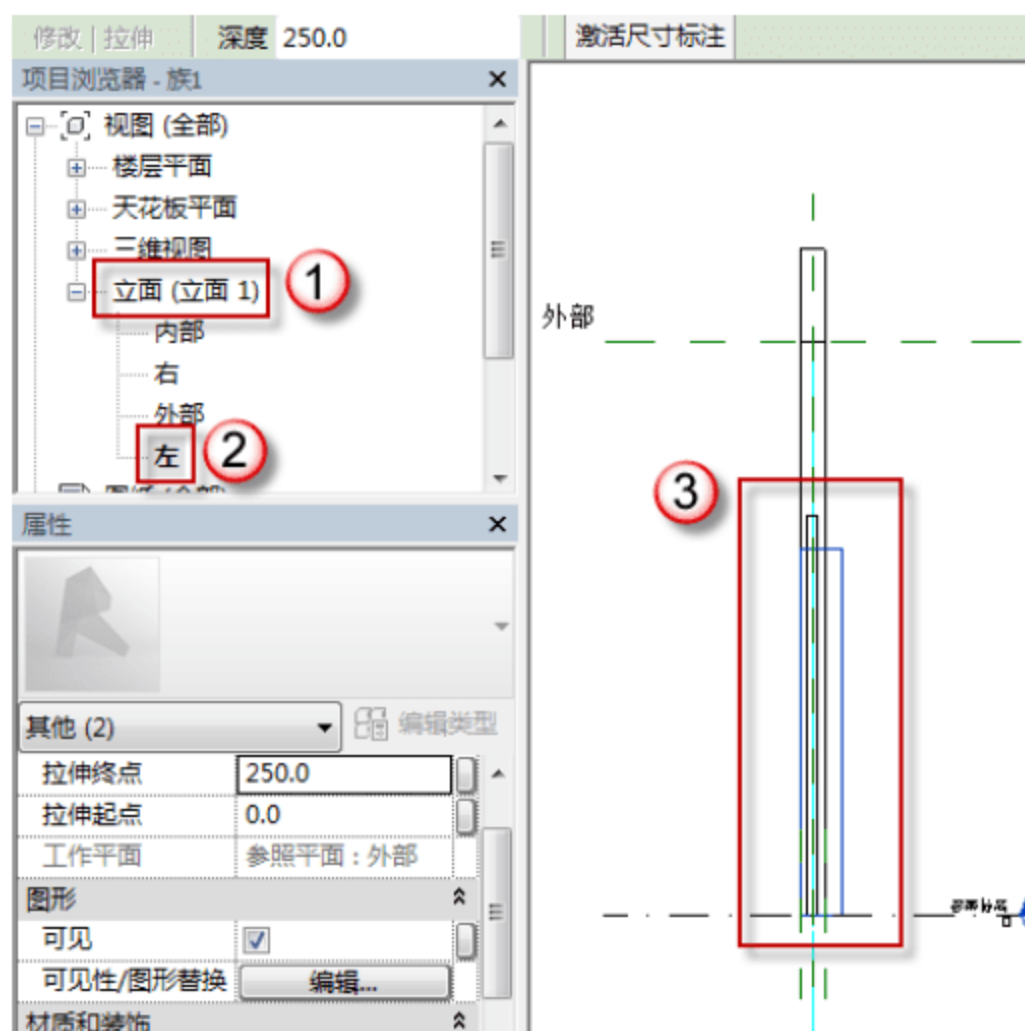
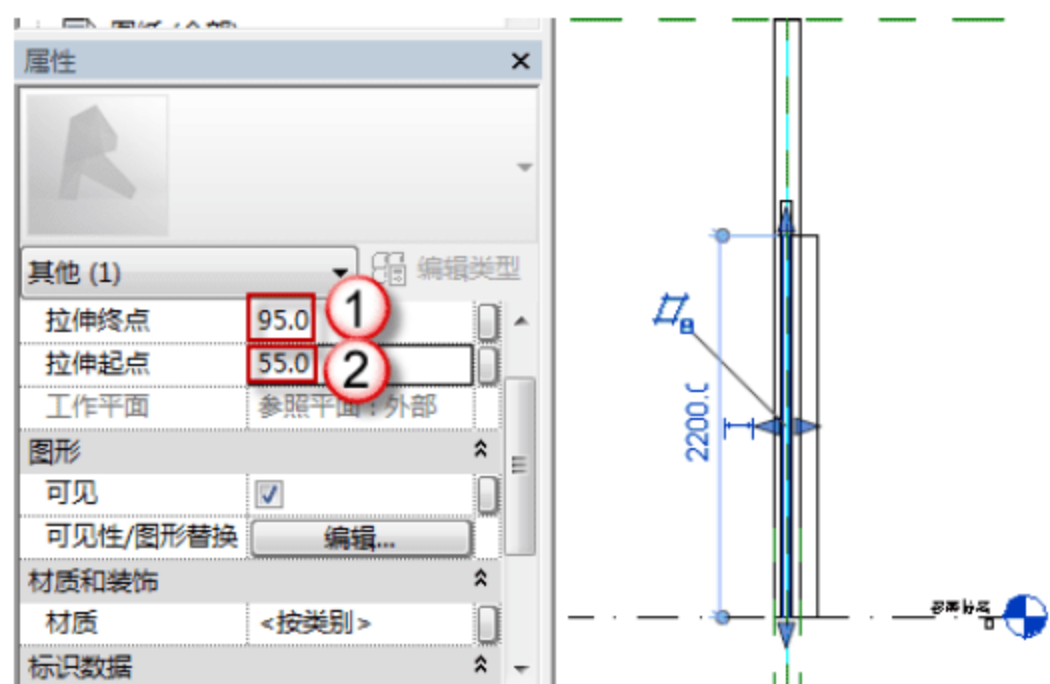

图 6.2.17 FM1534 乙门板的左立面图
图 6.2.18 修改门板的位置及厚度
(15) 修改 FM1534 乙的门板的位置及厚度。选择“项目浏览器”中的“立面 (立面 1)”→“左”选项,可以进入 FM1534 乙的左立面视图,如图 6.2.17 所示。选择绘制好的门板,打开“属性”面板,在“拉伸终点”中输入“95”字样,在“拉伸起点”中输入“55”字样,如图 6.2.18 所示。